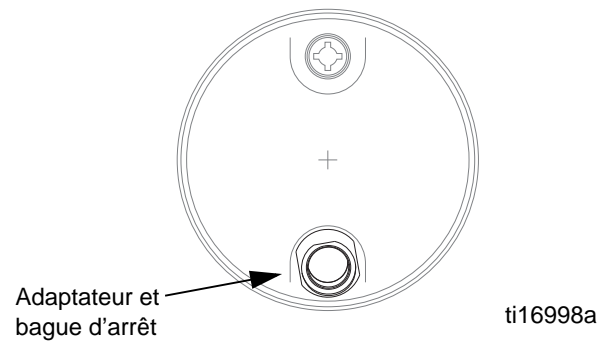

FIG. 4: Adaptateur coudé
2. Visser l'adaptateur coudé à fond dans la bonde, puis le dévisser jusqu'à ce que la partie la plus large sur le dessus de l'adaptateur pointe juste vers la gauche du centre du fût (fig. 4).